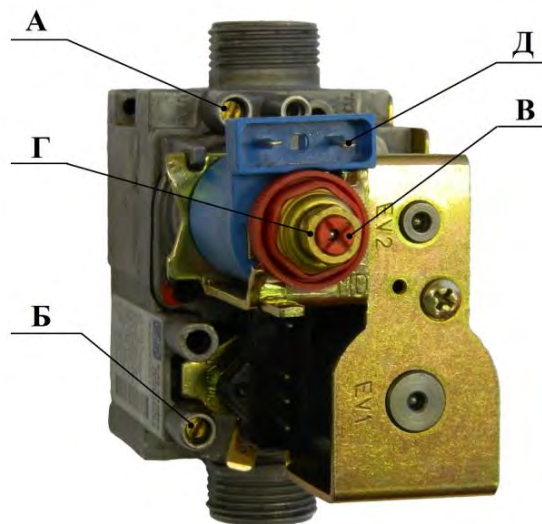

Рис. 13. Регулятор подачи газа
- 4) снять пластмассовый колпачок с регулировочных винтов В и Г (см.Рис. 13).